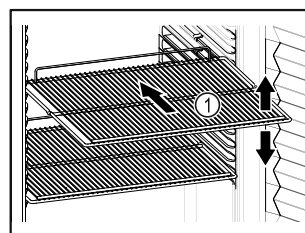

Fig. 57 Ενδεικτική απεικόνιση
- ❑ Εάν οι σχάρες Fig. 57 (1) είναι ρυθμιζόμενες, προσαρμόστε τα ανάλογα με το ύψος.